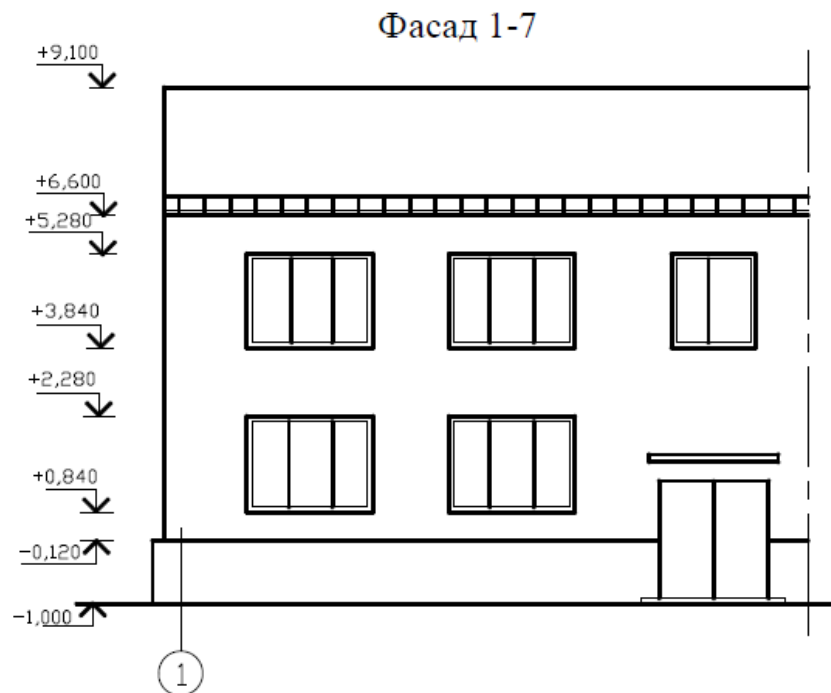

Рис. 2.36. Креслення фасаду будівлі
– після перевірки відповідності фасаду з планом і розрізом проводять остаточне обведення фасаду, рисунок 2.36. Видимі контури на кресленнях фасадів виконують суцільною основною лінією, а лінію контуру землі проводять потовщеною лінією, що виходить за контур фасаду приблизно на 30 – 40 мм.